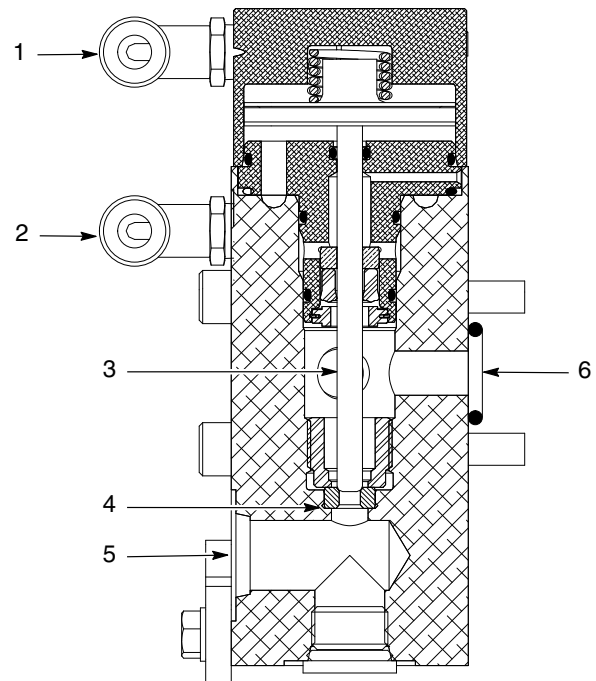

Abb. 2 Schnittansicht, Einlassventil der S-Serie
Siehe Abb. 2. Wenn Druckluft am Lufteinlass Kopf öffnen (2) ansteht, wird der Kolben nach oben gedrückt, wodurch die Kolbenstange (3) vom Sitz (4) abgehoben wird. Das Material fließt in den Materialeinlass (5) hinein und aus dem Materialauslass heraus.